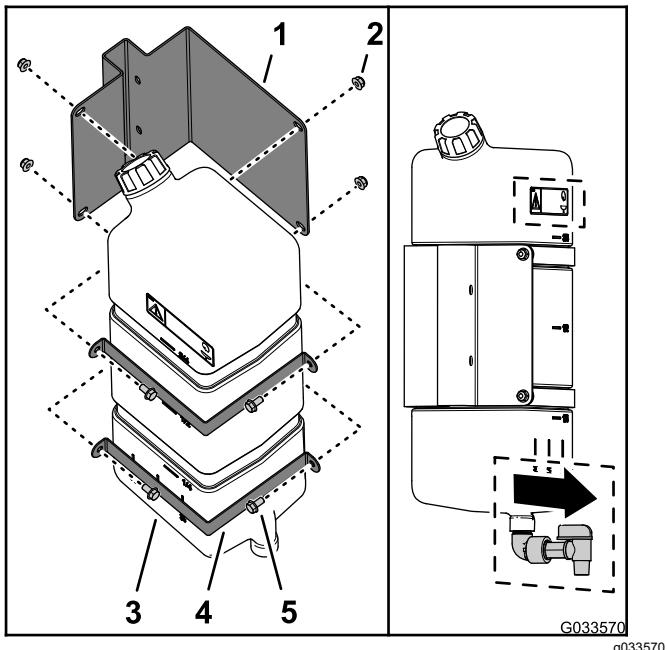

Bild 45
1. Montieren Sie den Frischwasserbehälter mit den zwei Befestigungsriemen, vier Bundkopfschrauben (5/16" x 5/8") und vier Sicherungsbundmuttern (5/16") an der Befestigung für den Frischwasserbehälter, wie in Bild 45 abgebildet.